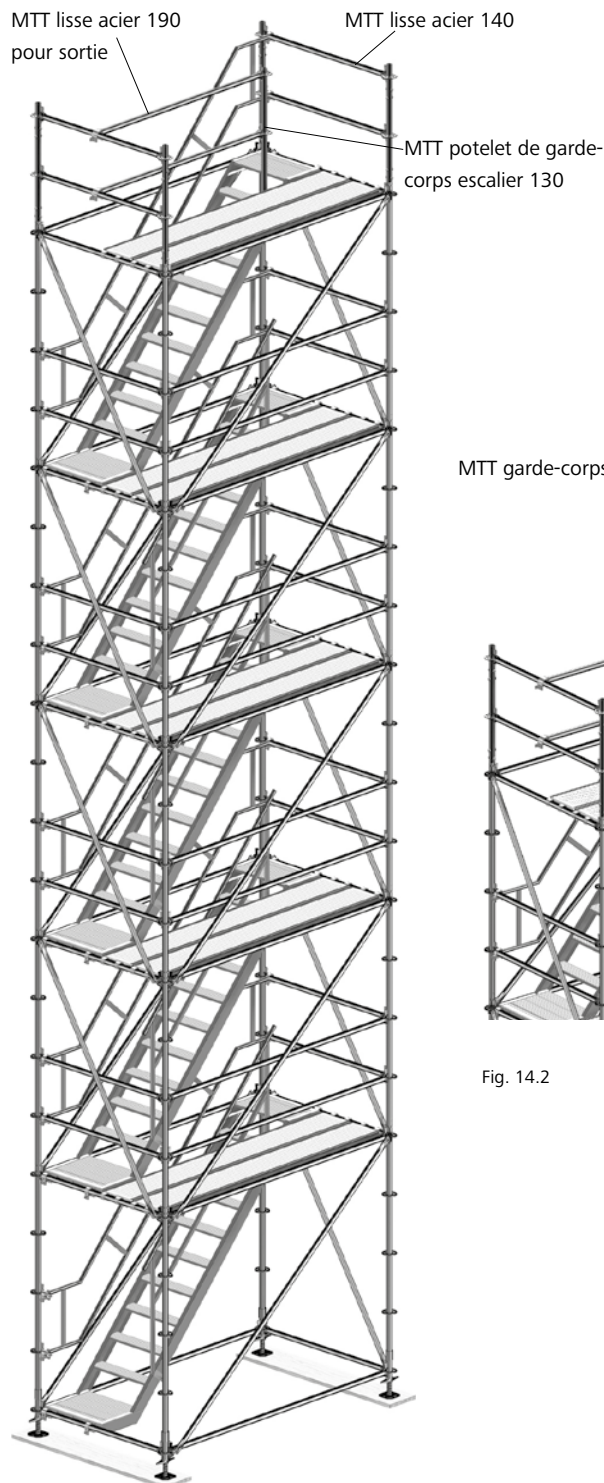

Fig. 14.1
24. Terminer le montage par la mise en place d'un potelet de garde-corps escalier 130 MTT et de deux lisses acier 190 MTT pour sortie afin de sécuriser le niveau supérieur contre les chutes de hauteur (Fig. 14.1).
Si la sortie se trouve sur le grand côté, installez 2 lisses acier 140 MTT sur les petits côtés (Fig. 14.1).